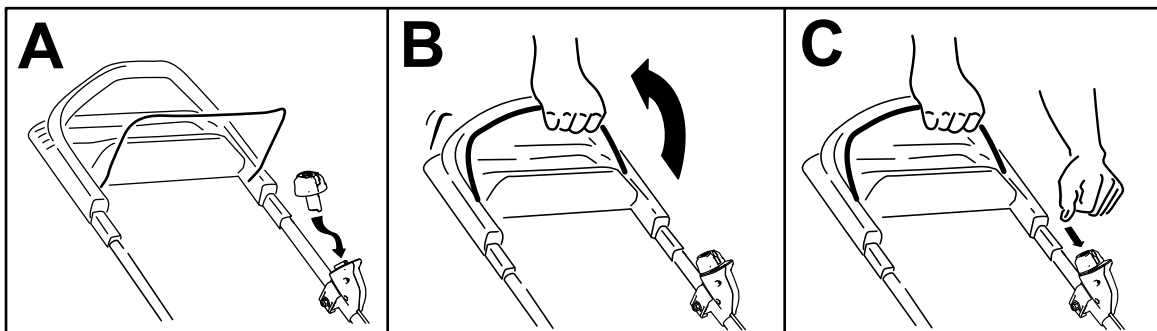

Figura 12
2. Inserite il pulsante di avviamento elettrico nell'interruttore dell'avviatore elettrico (A della Figura 12).
3. Premete la barra di comando della lama e tenetela ferma sulla stegola (B della Figura 12).
4. Premete il pulsante di avviamento elettrico e tenetelo premuto fino a quando il motore non si avvia (C della Figura 12).